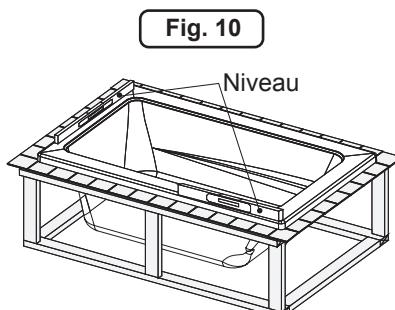

Fig. 10
5. La baignoire doit être droite. Pour le vérifier, utilisez un niveau sur les rebords des deux extrémités de la baignoire et sur le seuil (Figure 10).